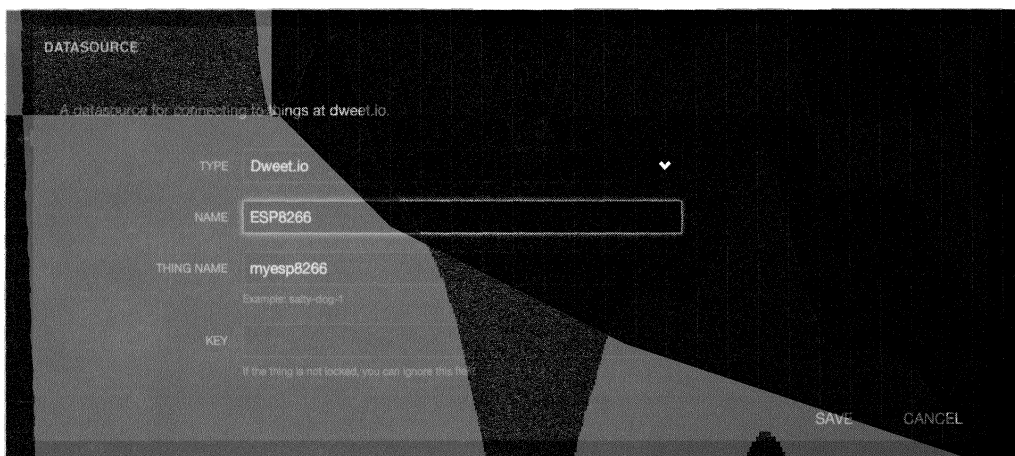

Рис. 3.5. Создаем приборную панель и источник данных
2. Создадим новую приборную панель, а внутри этой панели — новый источник данных **datasource**. Свяжем этот источник с нашим устройством на **dweet.io** — тем, имя которого вы задали в коде для ESP8266 (рис. 3.5).